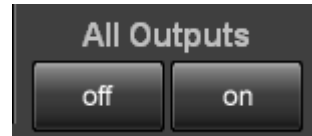

図 4.4-1 All Outputs ボタン
1. 図 4.4-1 の [on] をクリックします。
1. 図 4.4-1 の [off] をクリックします。